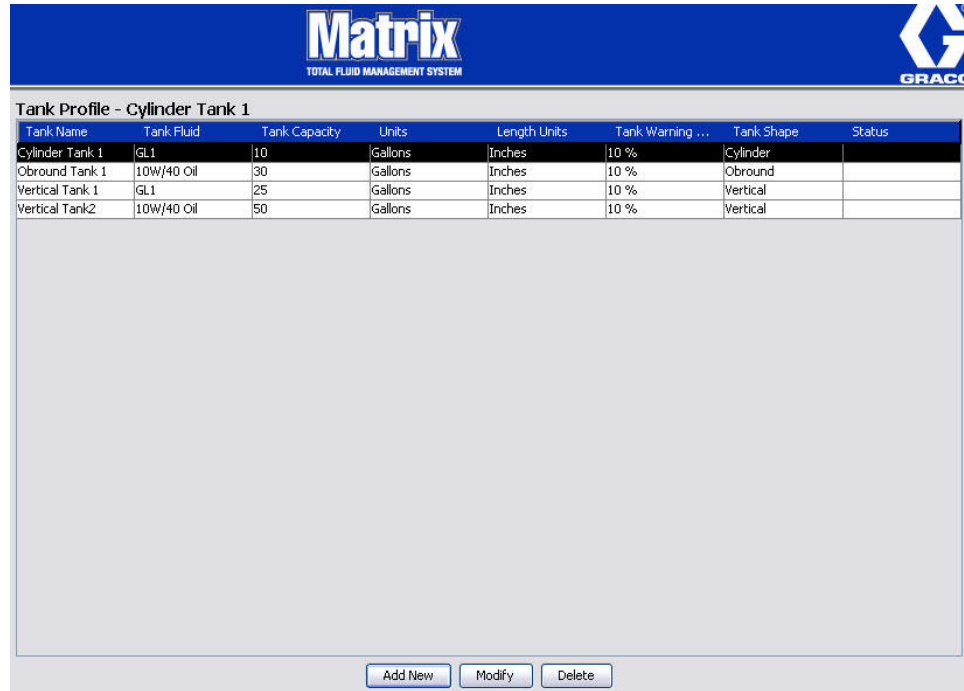

图 104
- 单击图 104 中所示的“修改”按钮显示编辑料桶屏幕。完成更改时，单击“确定”关闭屏幕和保存更改。
- 若要从列表中永久性删除料桶，在主料桶屏幕上，突出显示列表上不再想要的项目。然后单击“删除”按钮（图 104）。